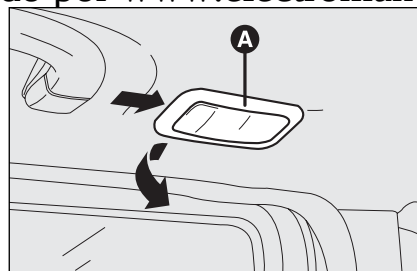

fig. 47
- ☐ con el destornillador en dotación, quite la lámpara de techo **A**-fig. 47 intervinendo en el punto indicado por la flecha;